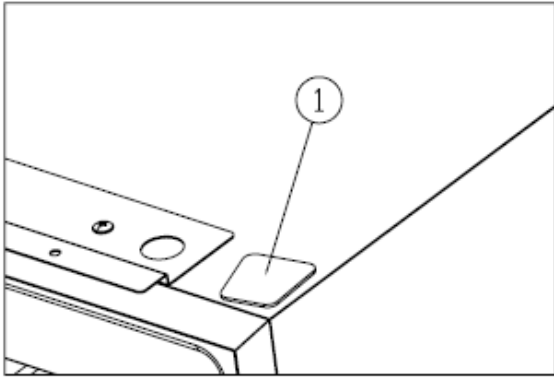

Abbildung 4
- ✧ Installieren Sie die Kappe ① auf der anderen Seite.[Abbildung 4]